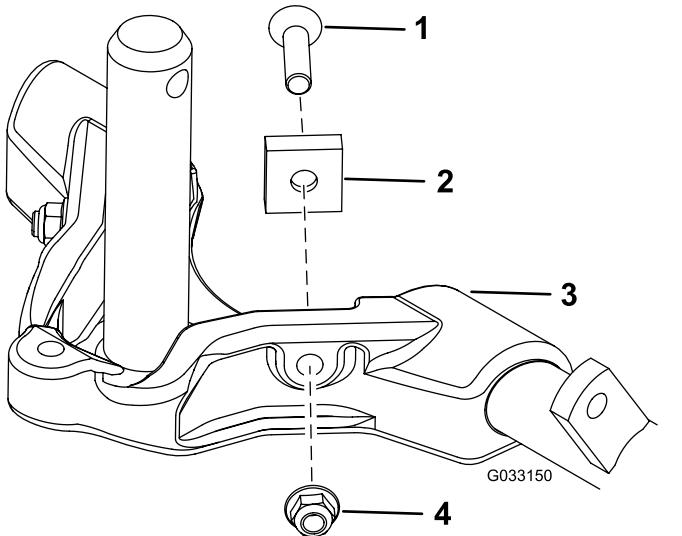

Рисунок 15
- Чтобы повысить управляемость задних режущих блоков, снимите 2 проставки оси поворота, винты с внутренним шестигранником и фланцевые контргайки (Рисунок 15) с несущих рам задних режущих блоков (режущие блоки 2 и 3); см. Рисунок 12.